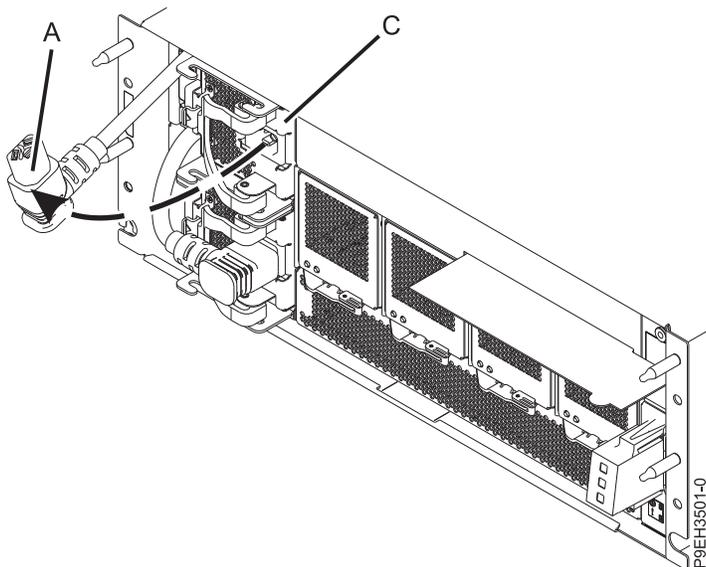

Figure 4. Débranchement du cordon d'alimentation du bloc d'alimentation dans le tiroir d'extension EMX0 PCIe3
2. Tirez sur le cordon d'alimentation (A) pour le débrancher du bloc d'alimentation (C) en respectant le sens indiqué dans la figure 4.